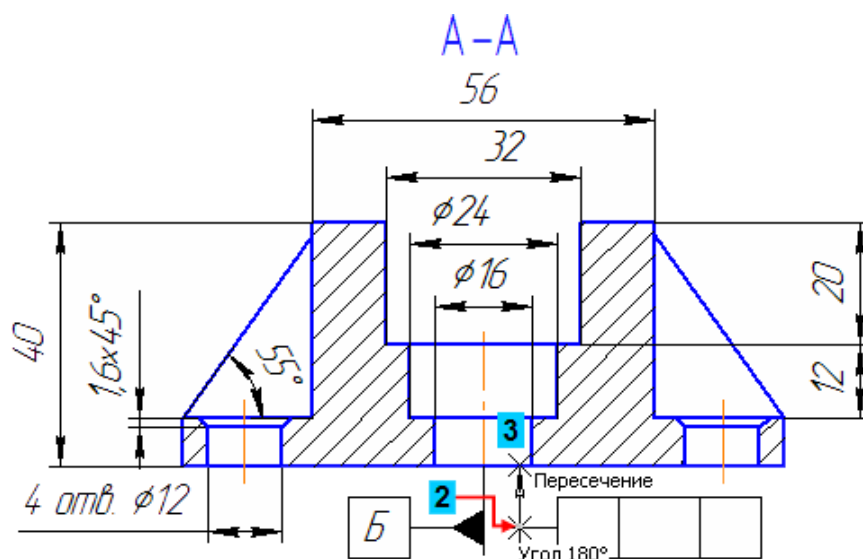

Рисунок 70.
- Укажите промежуточную точку 2 и точку 3 на поверхности детали (рис.70).